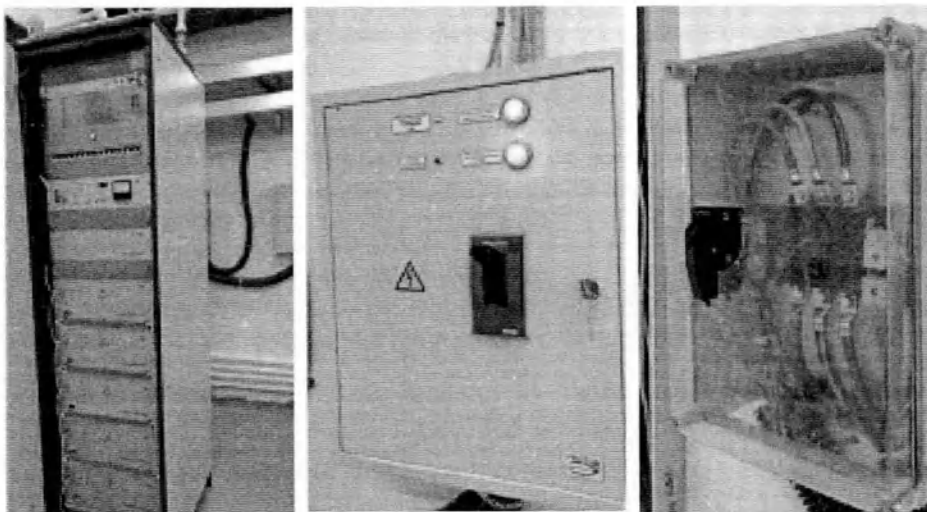

Рисунок 109. Электропитание главного магнитного поля
10. Отключите электропитание главного магнитного поля. Выполните это в порядке, показанном ниже на рис. 109 (слева направо).